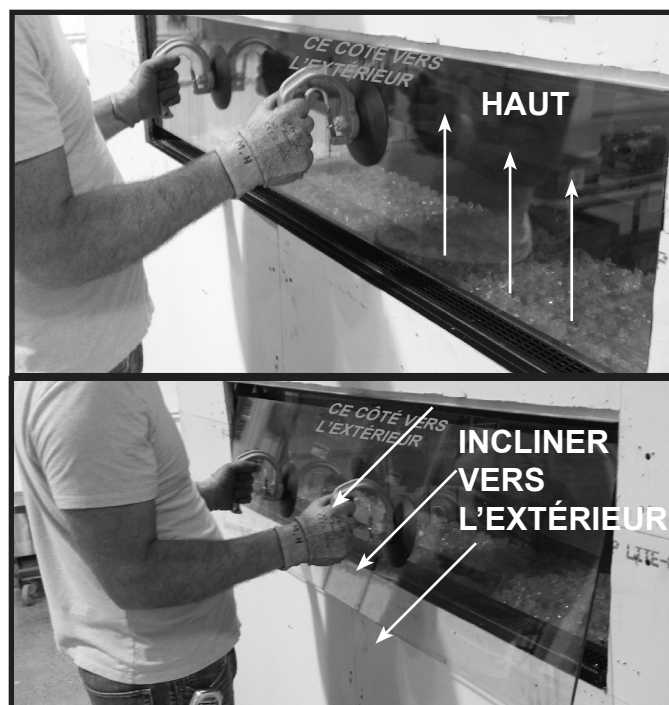

Figure 11.1. Écran de verre - Fini Clean Face
2. Faites glisser droit vers le haut derrière le matériau de finition. Voir la figure 11.1.
3. Inclinez le bas vers l'extérieur, comme il est indiqué à la figure 11.1. Glissez la vitre vers le bas pour l'enlever de l'appareil.